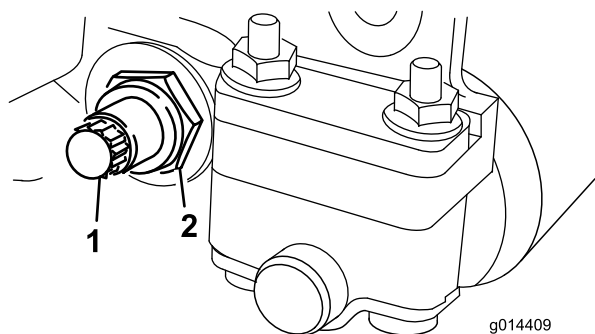
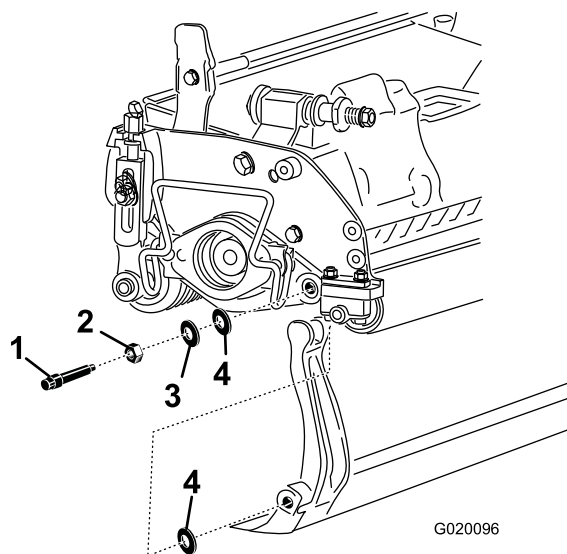

図 14
図 15
3. ベッドバーボルト図 14を固定しているロックナット機体両側をゆるめる。
4. 各ベッドバーボルトを抜いて、ベッドバーを下に引き抜いて外す図 14。ベッドバーの両端にナイロンワッシャ2枚とスチールワッシャ1枚ずつがあるので注意する図 15。
2. ベッドバーボルト2本、ロックナットボルトについているナット、ワッシャ6枚で、ベッドバーを各サイドプレートに固定する。サイドプレートのボスの両側にナイロンワッシャを入れる。その外側からスチール製ワッシャを取り付ける(図 15)。